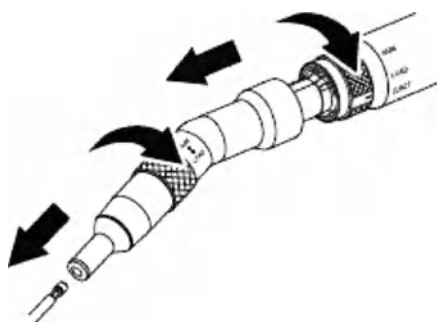

Рис. 6 Отсоединение патрона и режущих принадлежностей
4. Отсоедините патрон от рукоятки (рис. 6)